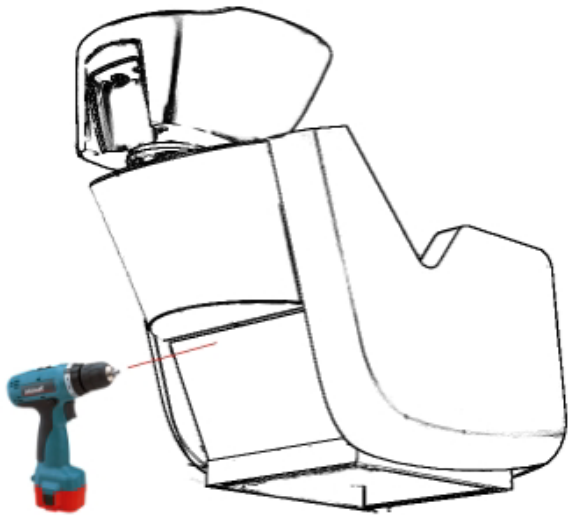

Fig.1
- 3) Una volta posizionato opportunamente il lavaggio, smontare la copertura posteriore in alluminio, estrarre il cavo bipresa della centralina che alimenta il motore elettrico dell'alzagambe, connettere questo cavo alla presa di corrente prevista (fig.1 -2)